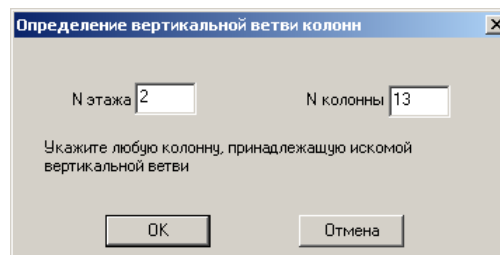

Рис.1.19.4. Окно диалога **Определение вертикальной ветви колонн**
- в окне диалога **Определение вертикальной ветви колонн** (рис. 1.19.4) задайте следующие параметры: